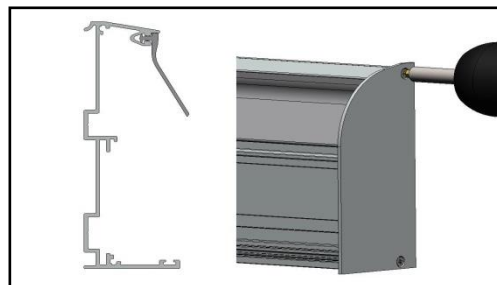

Abbildung 3, Anbringen des Gummis und der Abdeckplatten
6. Drücken Sie das Abschlussgummi in das Fassadenprofil (Abb. 3).
7. Verschrauben Sie beide Seiten des Fassaden-profils mit Hilfe von Senkkopfschrauben 4,2x32mm mit dem Abdeckprofil (Abb. 3).